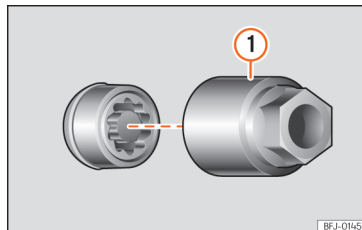

Abb. 195 Diebstahlhemmende Radschraube mit Abdeckkappe und Adapter
- Setzen Sie den Spezialadapter »» (Abb. 195) ① (Bordwerkzeug »» S. 268) bis zum Anschlag in die diebstahlhemmende Radschraube ein.